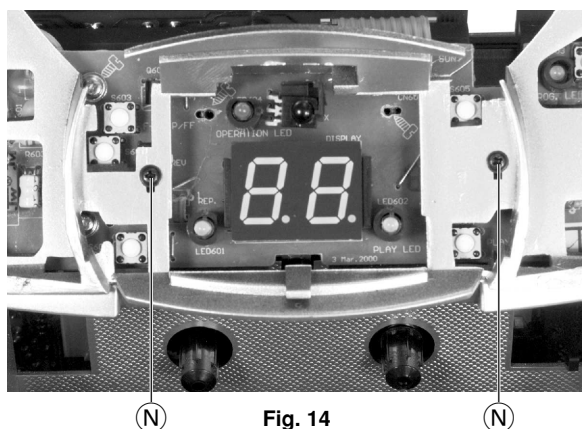

Fig. 14
- 2 Schrauben **N** herausdrehen (Fig. 14).
- Undo the 2 screws **N** (Fig. 14).